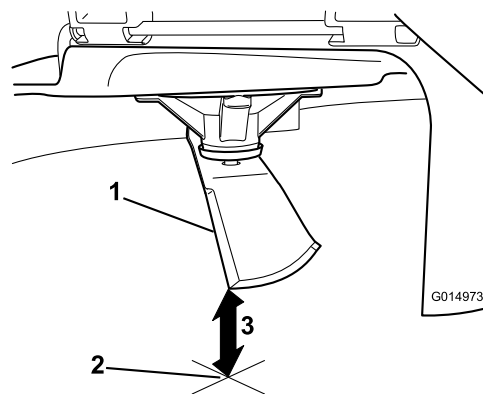

Рисунок 66
5. Измерьте расстояние от конца ножа до плоской поверхности (Рисунок 66).